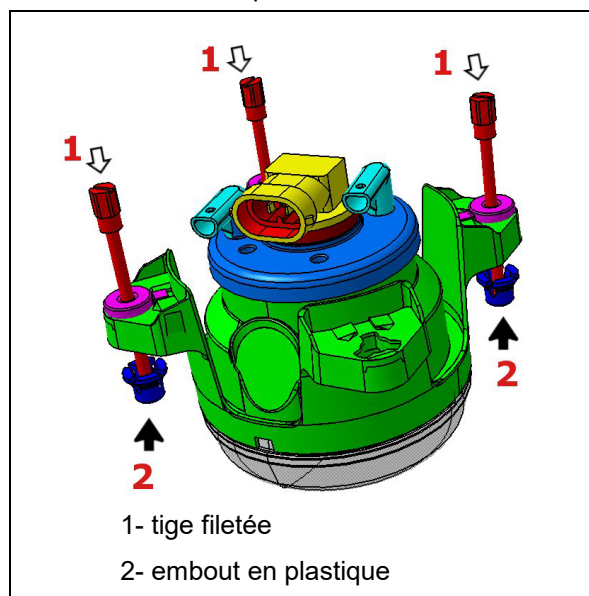

FIGURE 73: PROJECTEUR
5. Installer trois nouvelles tiges filetées (item 1, Figure 73) sur le projecteur.
7. Fixer les embouts en plastique aux extrémités sphériques des tiges filetées (Item 2, Figure 73).